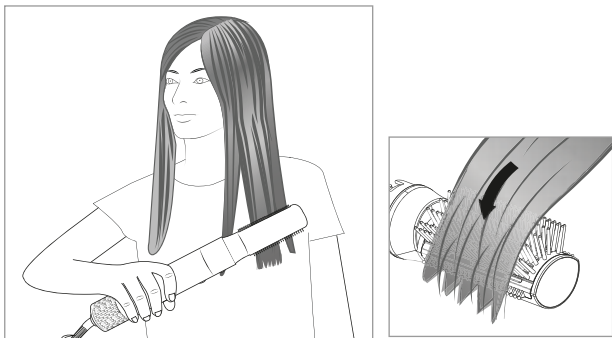

Abb. 8
- 4) Setzen Sie die Halbgrundbürste 12 am Ansatz an und ziehen sie herunter bis zu den Haarspitzen, wie bei einer herkömmlichen Bürste (siehe Abb. 8).